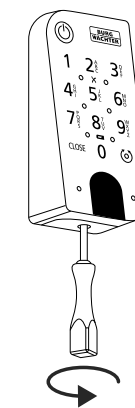
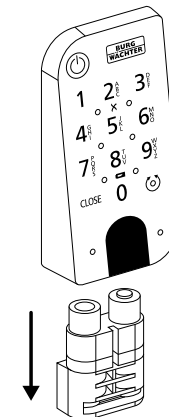

Fig. 7
Fig. 8
- 3 Cole o teclado na parede na posição desejada (Fig. 8).
1 Remova o parafuso da parte inferior do teclado com a chave de fenda Tx8 incluída (Fig. 7) e puxe o compartimento da pilha para baixo (Fig. 8).